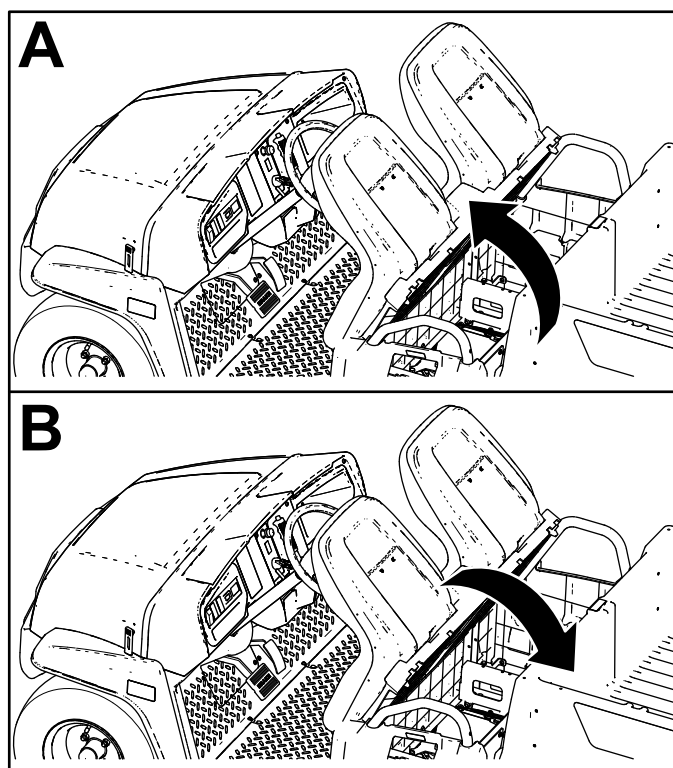

Figure 23
Pour lever l'ensemble sièges, basculez-le en avant jusqu'à ce qu'il soit en appui sur le volant (Figure 23).
Pour baisser l'ensemble sièges, rabattez-le en arrière jusqu'à ce qu'il retrouve sa position initiale (Figure 23).
1. Basculez l'ensemble sièges en avant, en position levée (Figure 23).